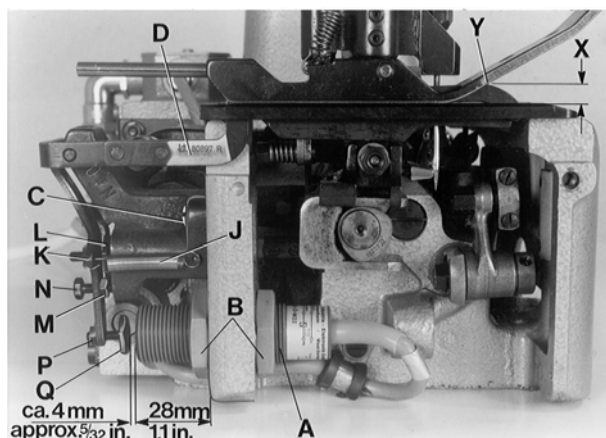
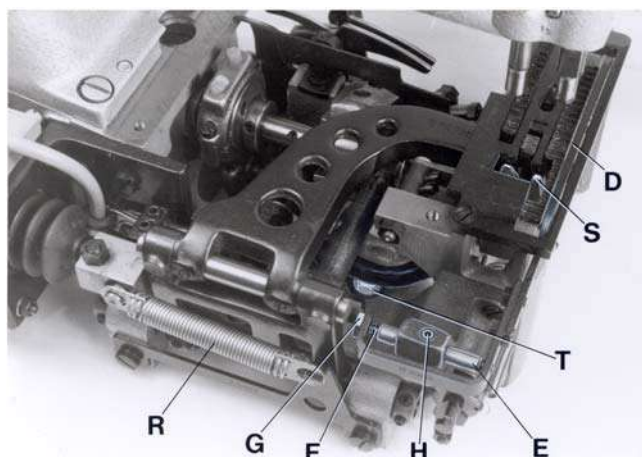

Fig. 14
Fig. 15
Remove cloth plate and left end cover. Mount the electronic proximity switch (A, Fig. 14) to the dimension of 28 mm (1.1"), as shown in Fig. 14.
The feeler (D, Figs. 14 and 15) is adjusted initially with the two fastening screws (C, Fig. 14) for the feeler support bracket.
The feeler (D, Figs. 14 and 15) should not have any lateral play but should turn readily. For this, adjust the centering shaft (E, Fig. 15) with centering screw (F) and lock nut (G) accordingly.
Loosen screw (H, Fig. 15) and center the feeler (D) in the throat plate and presser foot slot, by moving the centering shaft (E) laterally. The feeler must turn readily. Retighten screw (H).
Hang in tension spring (J, Fig. 14).
The feeler should be set as high as possible. The dimension (X, Fig. 14) between upper throat plate surface and upper edge of feeler at the bag entrance zone, should not be less than 7 mm (.270") on styles 80800R, RL, S and SL, and not less than 7 mm (.290") on styles 80800TL, TAL, U, UA, UL and UAL.
For adjustment loosen nut (K, Fig. 14) and turn-off screw (L), so that the head of screw does not contact the magnet in the feeler support bracket. Loosen nut (M) and turn the feeler stop screw (N) in or out, as required, to adjust the correct feeler height.
NOTE: When the presser foot rests on the throat plate (feed dog below throat plate), the distance between upper edge of feeler and lower edge of the feeler slot cut-out in the presser foot (see Y, Fig. 14) should be approx. 1 mm (.040") on styles 80800R, RL, S and SL, and approx. 2 mm (.080") on styles 80800TL, TAL, U, UA, UL and UAL.
Secure the set feeler height with lock nut (M, Fig. 14).
Entfernen Sie die Stoffplatte und das linke Abschlußblech. Montieren Sie den elektronischen Annäherungsschalter (A, Fig. 14), wie in Fig. 14 gezeigt, auf das Maß 28 mm.
Mit den beiden Befestigungsschrauben (C, Fig. 14) für den Taster-Lagerbock wird der Taster (D, Fig. 15 und 15) vorläufig ausgerichtet.
Der Taster (D, Fig. 15 und 15) darf kein seitliches Spiel haben, muß sich aber ganz leicht drehen. Stellen Sie dazu die Zentrierachse (E, Fig. 15) mit dem Zentrierstift (F) und die Zentrierachse (E, Fig. 15) mit dem Zentrierstift (F) und der Kontermutter (G) entsprechend ein.
Lösen Sie die Schraube (H, Fig. 15) und vermitteln Sie den Taster (D) durch seitliches verschieben der Zentrierachse (E) im Stichplatten- und Drückerfußschlitz. Der Taster muß sich frei bewegen können. Ziehen Sie die Schraube (H) wieder an. Hängen Sie die Zugfeder (J, Fig. 14) ein.
Der Taster soll so hoch wie möglich eingestellt sein. Das Maß (X, Fig. 14) zwischen Stichplattenoberfläche und Tasteroberkante in der Sackeinlaufzone darf bei den Maschinen 80800R, RL, S und SL nicht kleiner als 7 mm und bei den Maschinen 80800TL, TAL, U, UA, UL und UAL nicht kleiner als 7,5 mm sein.
Zur Einstellung lösen Sie die Mutter (K, Fig. 14) und drehen die Schraube (L) soweit zurück, daß der Schraubenkopf den Magneten im Taster-Lagerbock nicht berühren kann. Lösen Sie die Mutter (M) und drehen Sie die Taster-Anschlagschraube (N) entsprechend ein oder aus bis die richtige Tasterhöhe erreicht ist.
BEACHTEN SIE: Wenn der Drückerfuß auf der Stichplatte aufliegt (Transporteur unter der Stichplatte), soll zwischen Oberkante Taster und Unterkante Tasteraussparung im Drückerfuß (siehe Y, Fig. 14) bei den Maschinen 80800R, RL, S und SL ein Abstand von etwa 1 mm und bei den Maschinen 80800 TL, TAL, U, UA und UAL ein Abstand von etwa 2 mm sein.
Sichern Sie die eingestellte Tasterhöhe durch Kontern der Mutter (M, Fig. 14).
The switching pressure on the feeler is set with screw (K, Fig. 14).
NOTE: The closer the head of screw (K, Fig. 14) to the magnet the higher the switching pressure on the feeler. Secure the position of screw (K) with lock nut (L).
The electrical switching point of the proximity switch (A, Fig. 14) is determined by screw (Q, Fig. 14). The distance between screw head and the face of the proximity switch is approx. 4 mm (5/32") (see Fig. 14), when the feeler is in home position. This distance of 4 mm (5/32") is not exactly the same for all switches. Connect the machine electrically. With feeler in home position set the proper switching point as follows:
Loosen nut (P, Fig. 14). Turn screw (Q) away from switch, until the switch switches on. Then turn screw (Q) slowly towards the switch, until the switch switches off. Now turn screw (Q) a further 1/2 turn towards the switch. Secure this position of screw (Q) with lock nut (P).
When the solenoid on styles 80800R and S or the air cylinder on styles 80800RL and SL for the chain cutter (S, Fig. 15) is not activated and the chain cutter is in its home position below the throat plate, the knife tips of the chain cutter (S) should be positioned 0.5 mm (.020") below the throat plate top surface.
To obtain this setting, adjust the knife lever stop screw with lock nut (T, Fig. 15) in the bottom of the bed casting accordingly. The slotted thread end of screw (T) is accessible from the bottom of the bed casting for adjustment.
In cutting position, above the throat plate, the cutting edges of the chain cutter (S, Fig. 15) should overlap by 0.3 mm (.012") to assure a proper thread chain cutting.
On styles 80800R and S with solenoid operated chain cutter the core of solenoid (C, Fig. 16) must rest firmly on the solenoid (D) while adjusting the overlapping of the knife cutting edges of the chain cutter. Unhook pull-back spring (R, Fig. 15) and press the solenoid rod against the solenoid until the core of solenoid (C, Fig. 16) butts on the solenoid (D). Loosen nut (A, Fig. 16) and move clamp (B) on the solenoid rod to the left or right, until the cutting edges overlap approx. 0.3 mm (.012"). Retighten nut (A) and replace pull-back spring (R, Fig. 15).
Der Schaltdruck am Taster wird mit der Schraube (K, Fig. 14 eingestellt.
BEACHTEN SIE: Je näher der Schraubenkopf der Schraube (K, Fig. 14) am Magneten ist, umso höher ist der Schaltdruck am Taster. Sichern Sie die Stellung der Schraube (K) durch Kontern der Mutter (L).
Mit der Schraube (Q, Fig. 14) wird der elektrische Schaltpunkt des Annäherungsschalters (A, Fig. 14) bestimmt. Der Abstand zwischen Schraubenkopf und Stirnfläche des Annäherungsschalters beträgt in Ruhestellung des Tasters etwa 4 mm (siehe Fig. 14). Dieser Abstand von 4 mm ist nicht bei allen Schaltern genau gleich. Schließen Sie die Maschine elektrisch an. Der genaue Schaltpunkt wird in Ruhestellung des Tasters wie folgt eingestellt: Lösen Sie die Mutter (P, Fig. 14). Drehen Sie die Schraube (Q) vom Schalter weg bis der Schalter einschaltet. Dann drehen Sie die Schraube (Q) langsam zum Schalter hin, bis der Schalter ausschaltet. Drehen Sie dann die Schraube (Q) noch 1/2 Umdrehung weiter zum Schalter hin. Sichern Sie die Stellung der Schraube (Q) durch Kontern der Mutter (P).
Wenn der Elektromagnet bei den Maschinen 80800R und S, oder der Luftzylinder bei den Maschinen 80800RL und SL für die Kettenschere (S, Fig. 15) nicht aktiviert ist und die Kettenschere in ihre Ausgangslage unter der Stichplatte ist, sollen die obersten Messerkanten der Kettenschere (S) etwa 0,5 mm unter der Stichplattenoberfläche stehen.
Stellen Sie dazu die Messerhebel-Anschlagschraube mit Kontermutter (T, Fig. 15) unten im Gehäuseguß entsprechend ein. Das geschlitzte Gewindeende der Schraube (T) ist zur Einstellung von der Unterseite des Gehäuse aus zugänglich.